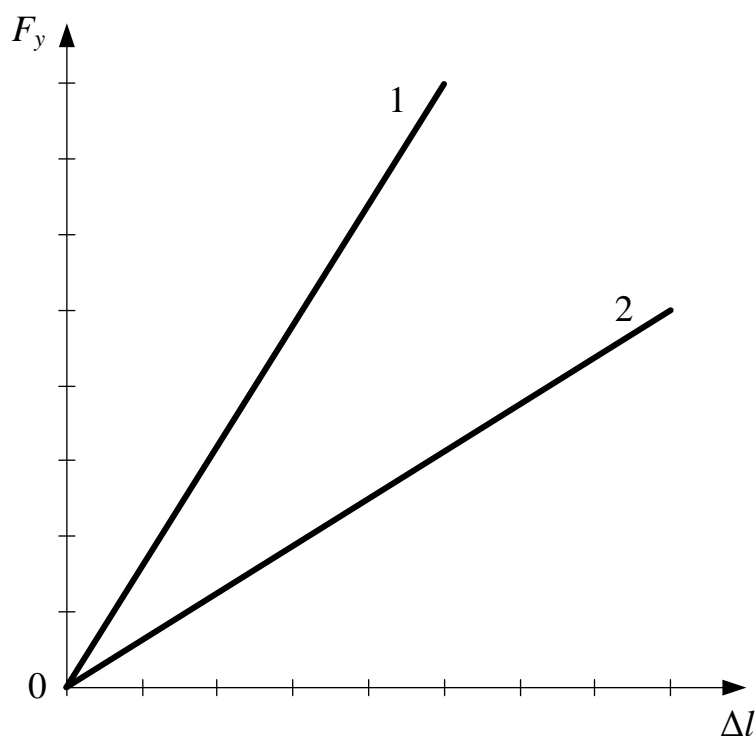

Рис. 2
2. На рис. 2 дан график зависимости силы упругости от деформации двух разных пружин 1 и 2. Одинакова ли жёсткость пружин 1 и 2? Чему они равны, если масштаб по удлинению 1 см, а по силе – 1 Н?